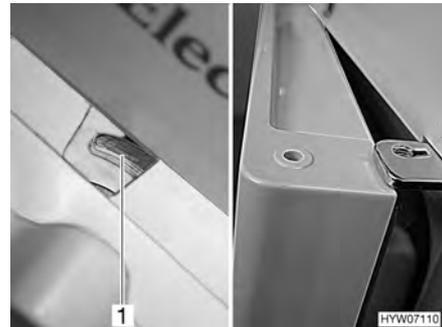

Fig. 145 Puerta del frigorífico/puerta del compartimento congelador en posición de ventilación (Dometic de la serie 7 con compartimento congelador separado)
- Empujar el bloqueo completamente hacia la derecha. La puerta del frigorífico/puerta del compartimento congelador se fija con ayuda del bloqueo de la puerta (Fig. 145,1). De este modo, la puerta del frigorífico/puerta del compartimento congelador quedará ligeramente abierta (Fig. 145).